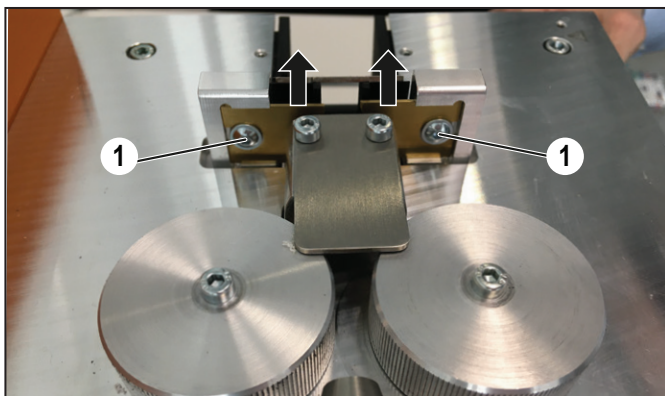

Figura 8.1 Cuchilla de corte
- ▶ Afloje los tornillos de fijación (Figura 8.1, 1).
- ▶ Retire ambas cuchillas (Figura 8.1, 2) con una pinza.
- ▶ Vuelva a atornillar los dos tornillos de fijación (Figura 8.1, 1).